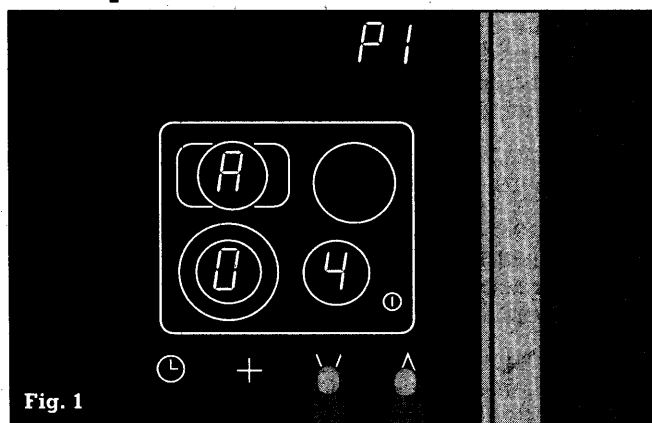

Fig. 1
- Digitate i simboli **V** e **Λ** quando il fornello è acceso. L'apparecchio emette un segnale acustico. Tenete premuto il dito per alcuni secondi finché non risuona un secondo segnale acustico e **P I** non si accende sul display del timer. Togliete le dita dai simboli. Sul display delle zone di cottura appare **A 0 4**; questo indica che è stato impostato un tempo d'avviamento cottura di 4 minuti (fig. 1).